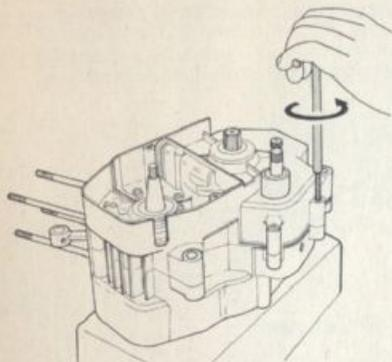
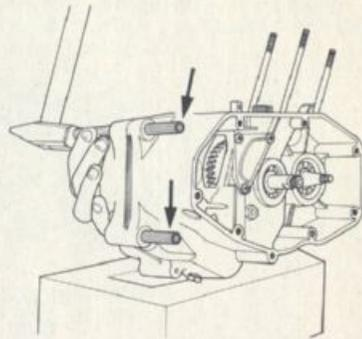

FIG. 19 Rimozione viti
FIG. 20 Rimozione grani
20) **TOGLIERE** le 13 viti di unione dei due semicarteri (fig. 19) e i 3 grani di riferimento usando una normale spina da 10 mm (fig. 20)